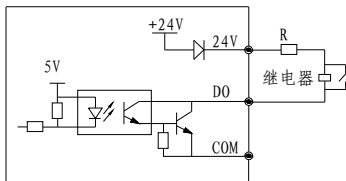

图 2-12 多功能输出端子开关量输出接线方式1
1) 多功能输出端子DO作为开关量输出时可使用变频器内部的24V电源, 接线方式请参见图2-12。